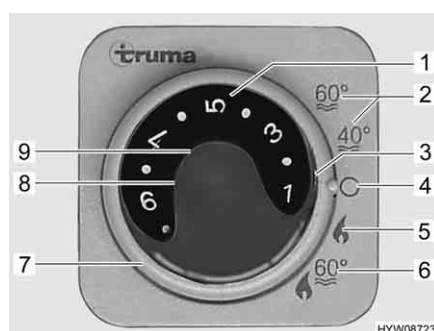

Fig. 72 Centralina di controllo per riscaldamento/boiler
- Impostare la modalità di funzionamento tramite l'interruttore girevole (Fig. 72,7).
A seconda della temperatura ambiente desiderata, il riscaldamento seleziona automaticamente il livello del bruciatore necessario. Al raggiungimento della temperatura ambiente desiderata, il bruciatore si spegne. Durante la modalità di funzionamento "Riscaldamento e boiler" (Fig. 72,6) viene riscaldata anche l'acqua nel boiler. Nella modalità di funzionamento "Riscaldamento senza boiler" (Fig. 72,5) è possibile far funzionare il riscaldamento con il boiler vuoto.
- Impostare la manopola della temperatura (Fig. 72,1) sulla centralina di controllo scegliendo il livello di potenza desiderato.
- Posizionare l'interruttore girevole (Fig. 72,7) su funzionamento invernale "Riscaldamento senza boiler" (Fig. 72,5) o su funzionamento invernale "Riscaldamento e boiler" (Fig. 72,6).
Si accende la spia di controllo verde (Fig. 72,3).
- Posizionare l'interruttore girevole (Fig. 72,7) su "O" (Fig. 72,4).